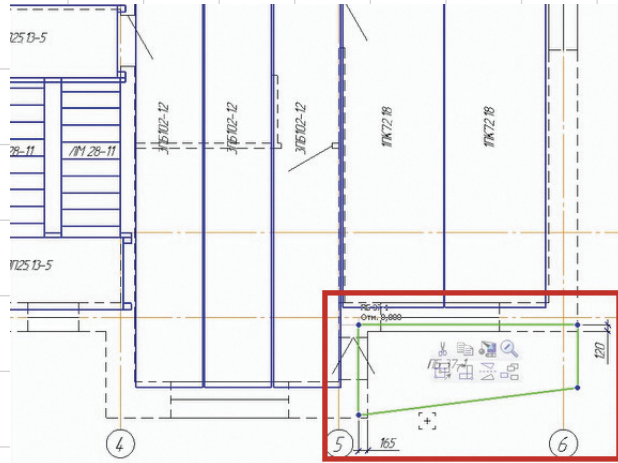

Рис. 16. Обновленный элемент отображился на чертеже
1. **Обновить автоматически** — в этом случае все элементы в чертеже будут обновлены в соответствии с данными каталога (рис. 16).